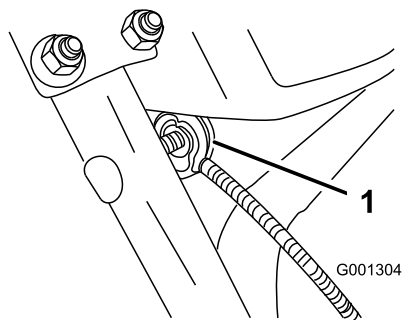

Figure 8
3. Retirez l'écrou et la rondelle du guidon, fixez le serre-câble sur le câble et le guidon, remettez la rondelle et l'écrou, et serrez l'écrou à la main (Figure 8).